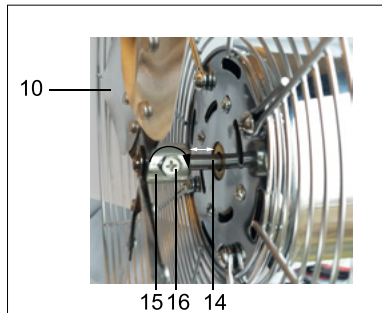

Fig.63: Montering af rotoren
15. Løsn krydskærvskruen (16) på rotorens (10) afstandsholder (15) ved at dreje den med uret, indtil der opstår en god gennemgående åbning.
16. Skub rotoren (9) med afstandsholderen fremad på motorakslen (14). Rotoren må ikke hvile med afstandsholderen direkte på motorblokken. Se fig. 63.